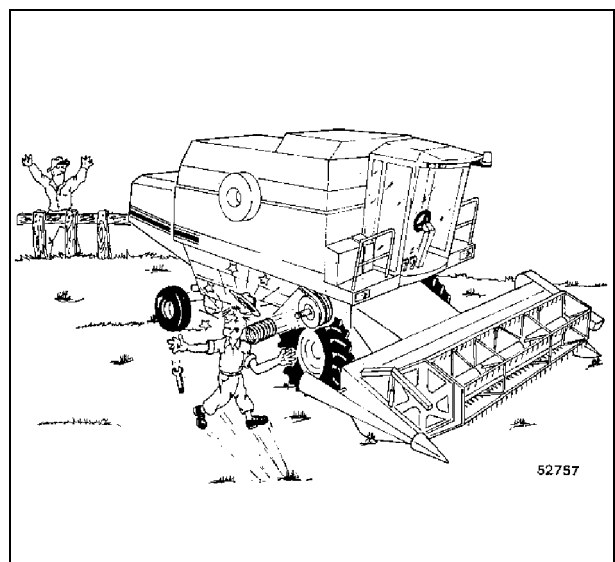

Рис. 30
25. РЕМЕННОЙ ПРИВОД ВАРИАТОРА БАРАБАНА - Рис. 30